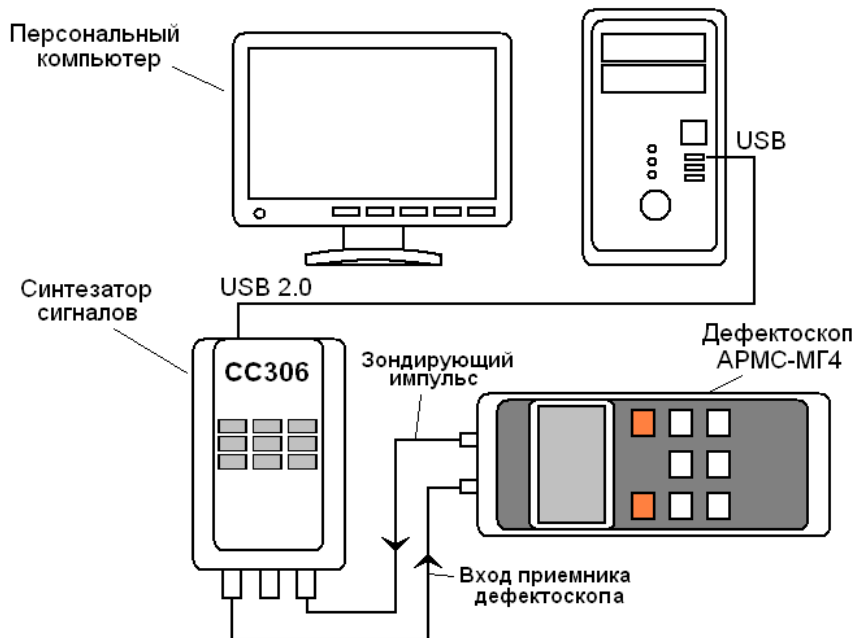

Рисунок 4.2 – Схема автоматической установки для определения основных метрологических характеристик дефектоскопа
4.5.4.1.1 Собрать установку в соответствии с приведенной схемой (рис. 4.2).